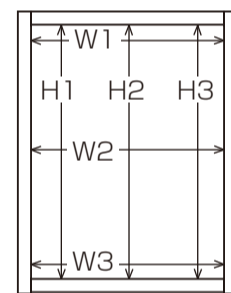

図1
- ①取付ける開口部H1～H3、W1～W3の寸法差が3mm以内であることを確認してください。(図1)